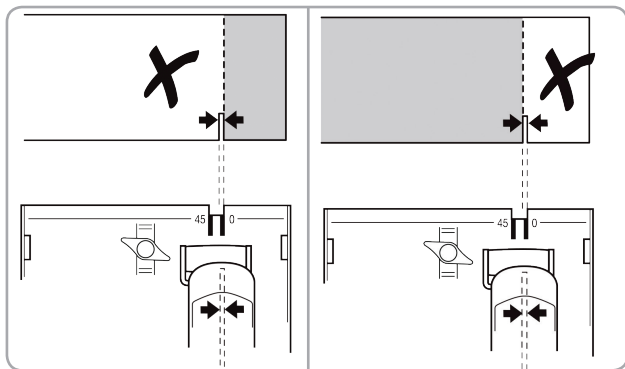

Fig.10
- Faceți întotdeauna mai întâi tăieri de test pentru verificarea liniei efective de tăiere Fig 10